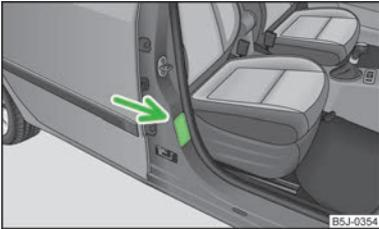

Abb. 104
- Auf diese Tatsache weist auch der Aufkleber hin, der sich an der B-Säule auf der Beifahrerseite » Abb. 104 oder an der Sonnenblende des Beifahrers befindet.